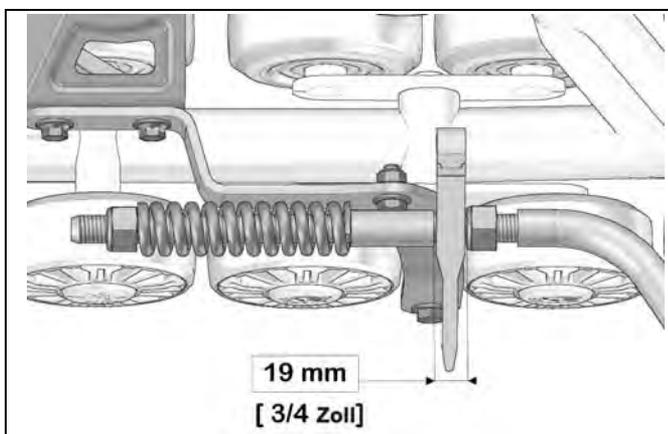

Abbildung 11
- **WICHTIG:** Überprüfen Sie nochmals den 19 mm Mindestabstand zwischen Mutter und der Stabilisierungsarmführung. Bei Bedarf nachstellen. Siehe Abbildung 11.